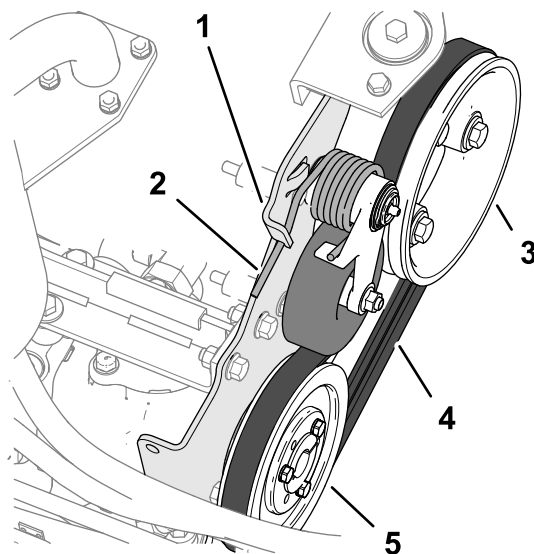

Figura 85
2. Spingete l'estremità della molla tendicinghia verso il basso e fuori dall'ugello nella linguetta di montaggio della pompa, e spostate l'estremità della molla in avanti (Figura 85).